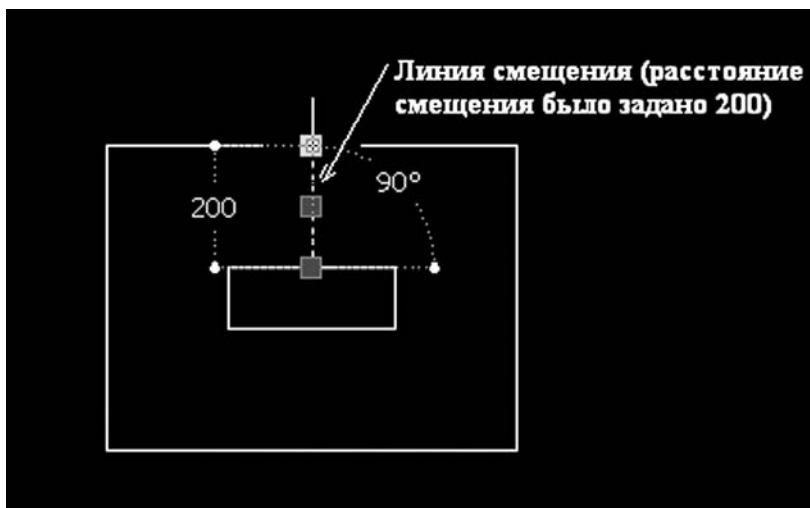

Рис. 4.12. Работа с командой «Смещение подобных объектов»
4. Щелкнуть мышью с любой стороны относительно объекта. Непринципиально с какой, необходимо просто указать направление (рис. 4.12).